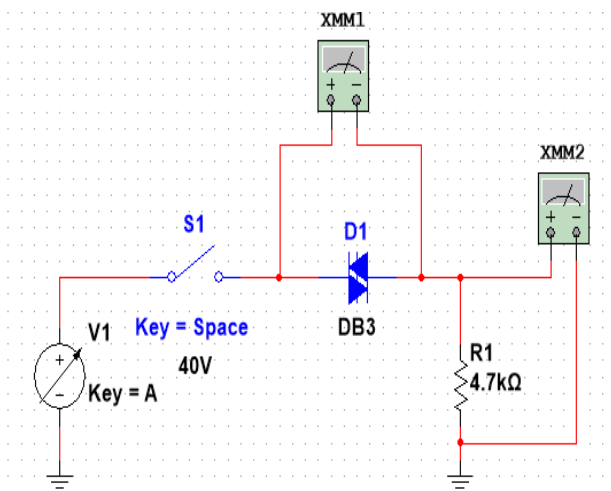

Figura 1
1. Se tiene el circuito de la Figura 1 con una fuente DC variable, de tal forma que se ajuste el voltaje hasta encontrar que el DIAC se dispare. Averigüe el voltaje de disparo o ruptura V_{BO} del DIAC DB3 en el datasheet y ajuste la fuente DC variable a $V_{BO} - 5 V$.
2. Implemente el circuito de la Figura 1 con dos voltímetros DC en paralelo al DIAC y a la resistencia R1. Active el interruptor e incremente el voltaje de la fuente progresivamente hasta que haya un voltaje mayor a cero en la resistencia. Anote el voltaje justo antes de que el DIAC empiece a conducir.